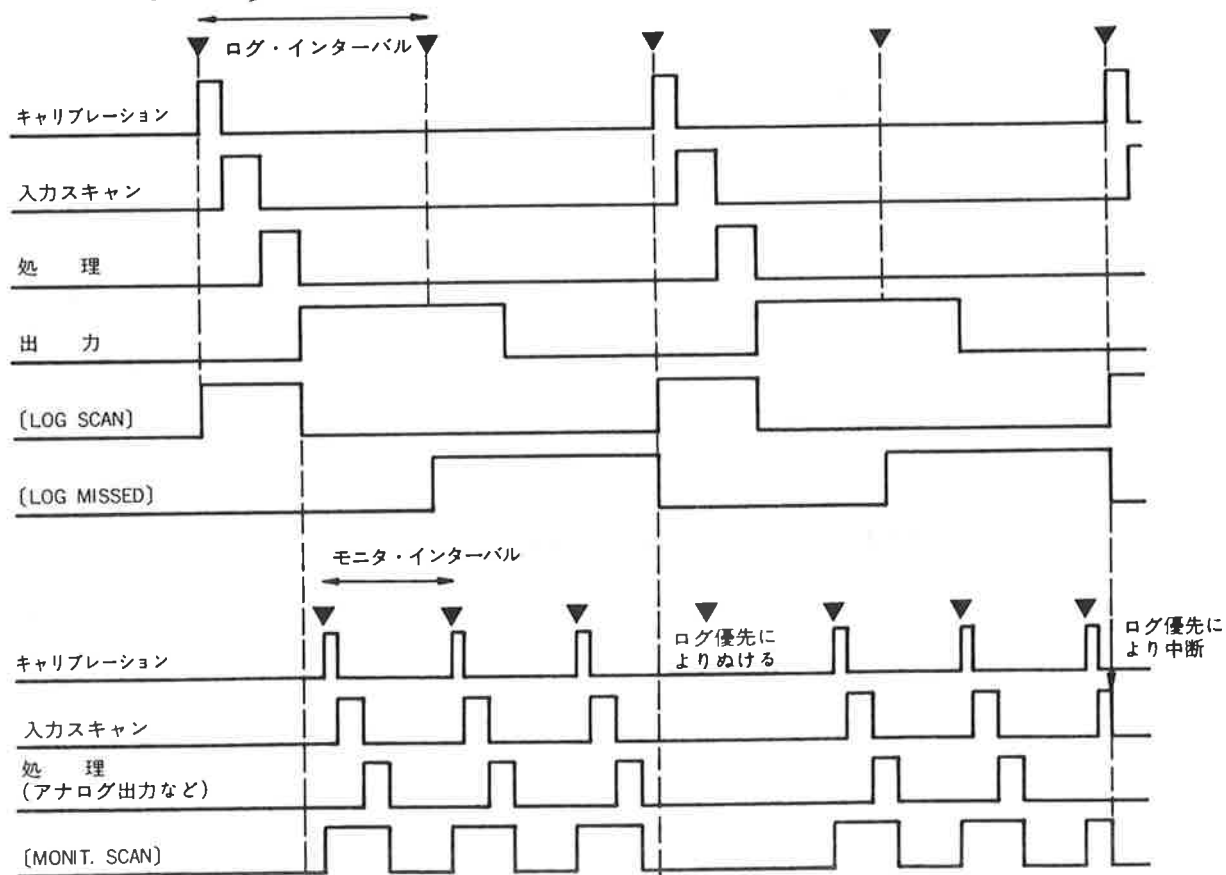

図3-10 スキャン表示のタイミング
(2) スキャン表示と停止動作
**LOG SCAN, MONIT. SCAN, LOG MISSED**の3つのランプは、[図3-10]に示すタイミングで点灯、消灯します。